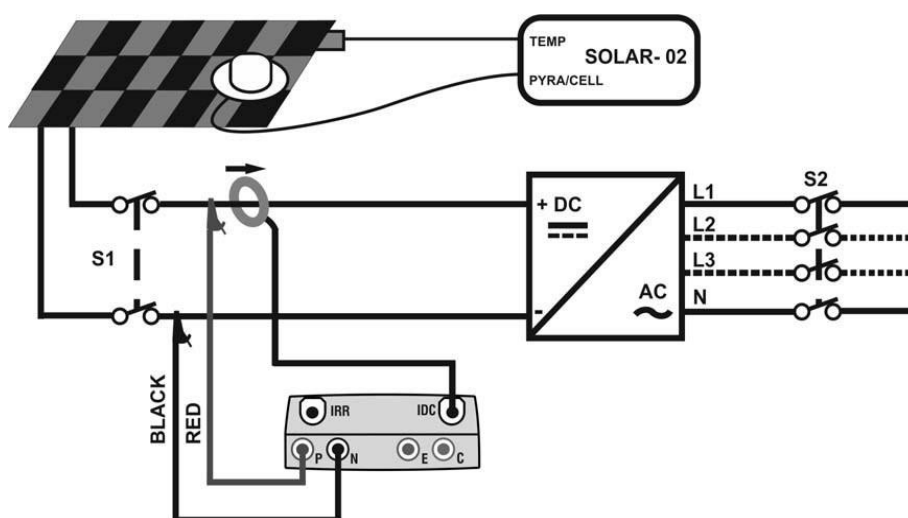

Fig. 4: Anslutning av instrumentet för effektivitetsmätning på en PV-installation
7. Anslut ingångarna **P** och **N** till respektive positiv och negativ utgång från strängen, med hänsyn till färgindikeringarna i Fig. 4
9. Anslut DC-tången till den positiva ledaren från strängen, **med hänsyn tagen till pilens riktning** (som syns på tången). Fig. 4: Anslutning av instrumentet för effektivitetsmätning på en PV-installation.